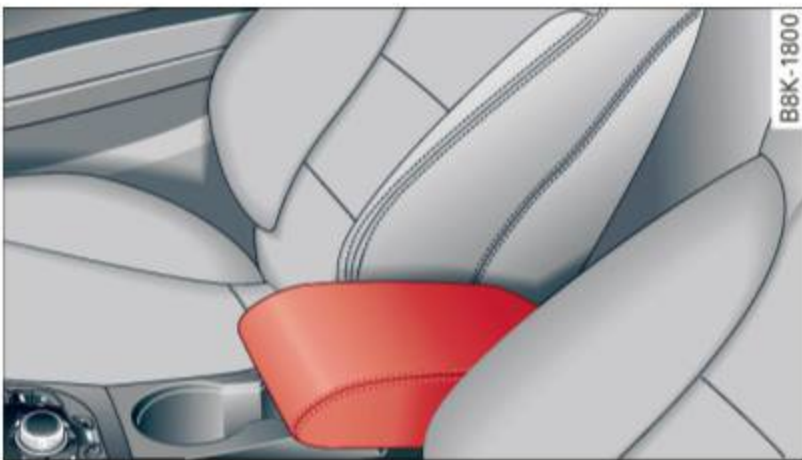

Fig. 71 Accoudoir entre les sièges du conducteur et du passager avant.
- ▶ Pour régler l'angle, soulevez l'accoudoir depuis la position de départ, cran par cran ⇒ *fig. 71*.